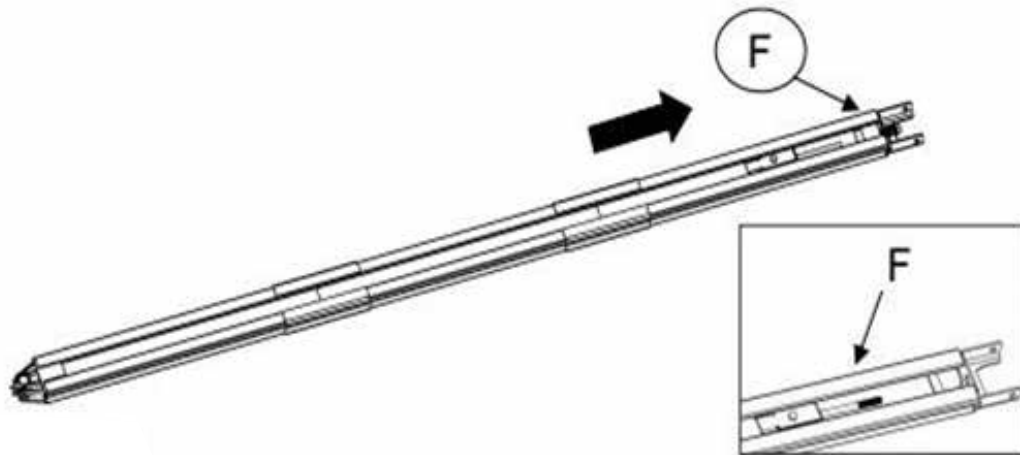

Figure 8
3. Entfernen Sie den Kabelbinder; ziehen Sie den Spannbolzen mit dem Band zum Ende der Schiene (Abb. 8).